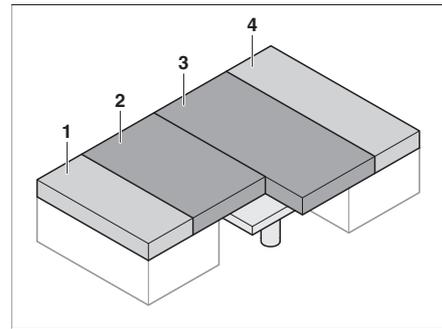

Fig. 80 Dopo la trasformazione
- Posizionare i cuscini del divano (Fig. 80,2 e 3) al centro.
- Posizionare i cuscini dello schienale (Fig. 80,1 e 4) tra i cuscini del divano (Fig. 80,2 e 3) e la parete esterna.